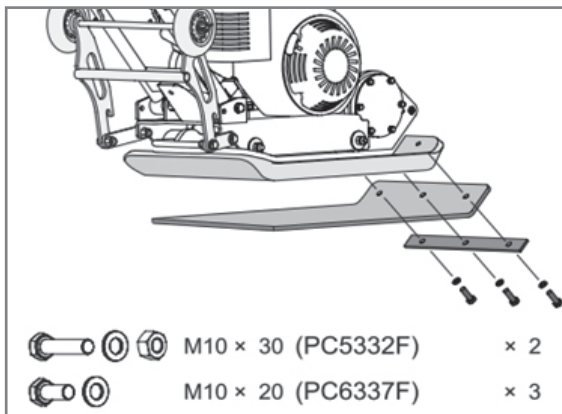

Рис. 7 Установка резинового коврика
1. Совместите отверстия в рабочей плите 1, коврик 2 и крепежной пластине 3 и закрепите коврик на рабочей плите с помощью крепежа, как показано на Рис. 7